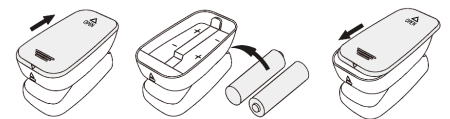

Figura 3. Instalación de la batería
- Paso 1. Refiérase a la Figura 3. e inserte dos pilas de tamaño AAA en la dirección correcta.